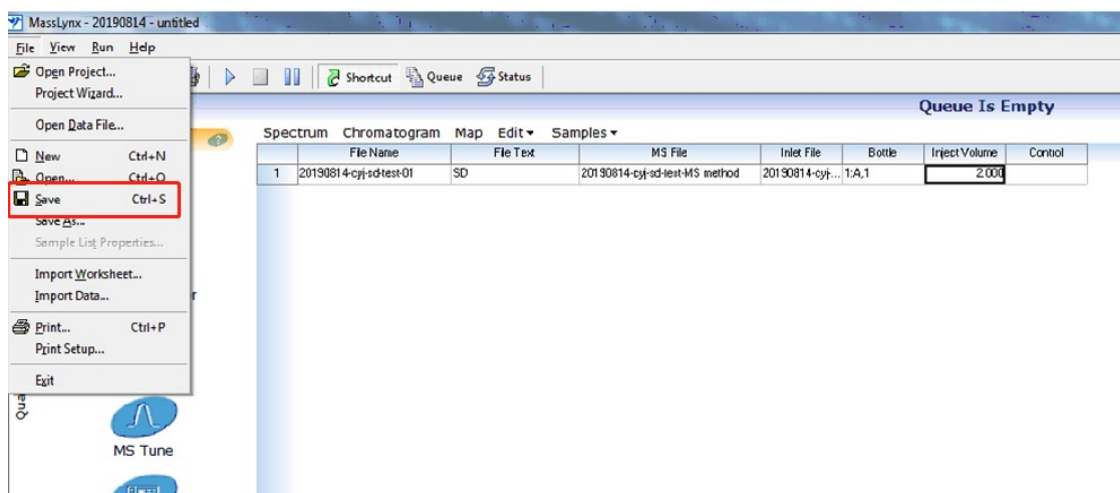

图 6-36
6.11.1 如图 6-36, 核对方序列中的方法和其他信息无误后, 保存序列。File - Save。